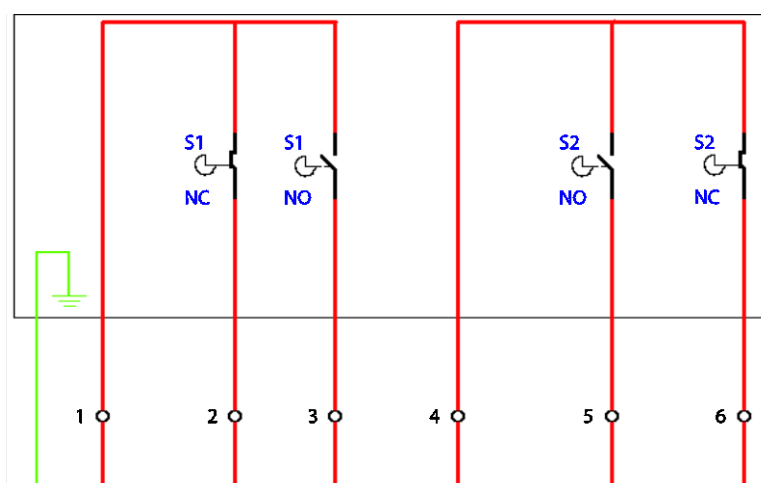

Figure 3.9.3.i Schéma de câblage de l'interrupteur d'extrémité
5. Câblez l'ESPU en fonction de la vanne et assurez-vous que l'interrupteur de fin de course doit fournir. Voir le schéma de câblage de l'interrupteur de fin de course à la figure 3.9.3.i
Les interrupteurs de fin de course sont montés sur l'extrémité des vannes sur mesure (veuillez contacter Autoflame pour la fabrication des vannes sur mesure) qui sont fixées aux vannes d'air et de carburant et mises en service en fonction de l'utilisation des interrupteurs de fin de course. Un commutateur de fin de course comprend deux commutateurs, comme illustré à la figure 3.9.3.i. Chacune comprend une Terre et 6 connexions à câbler selon les besoins. Les commutateurs S1 et S2 sont configurés conformément aux spécifications sur site. Ceux-ci sont